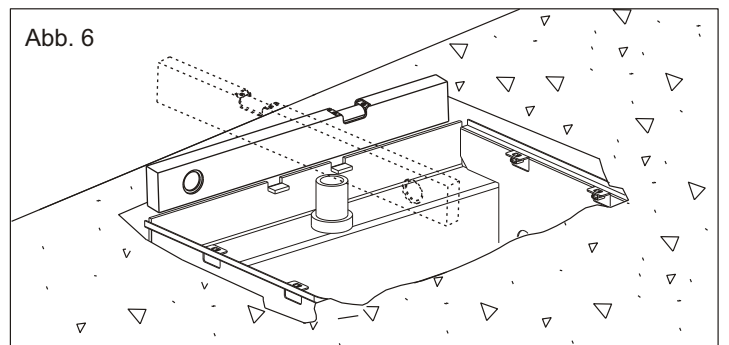
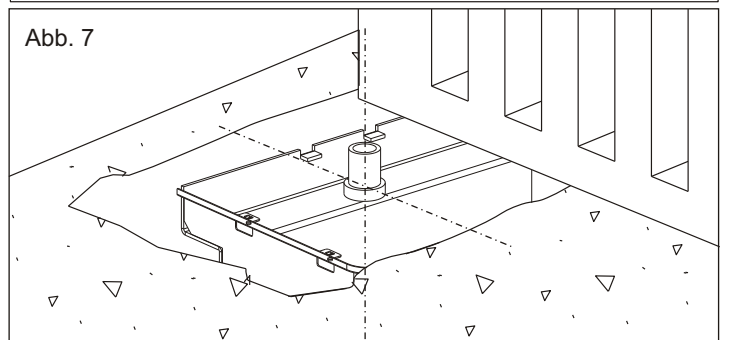

Abb. 6
Abb. 7
2.3. Das Gehäuse, horizontal zum Boden (Abb.6) und senkrecht zur Achse des Tores einbauen (Abb.7).